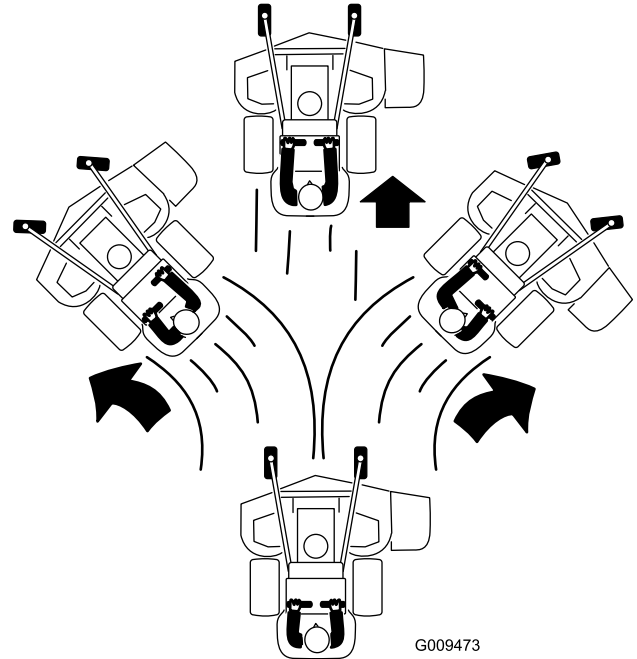

Figura 22
4. Empuje lentamente las palancas de control de movimiento hacia adelante (Figura 22).